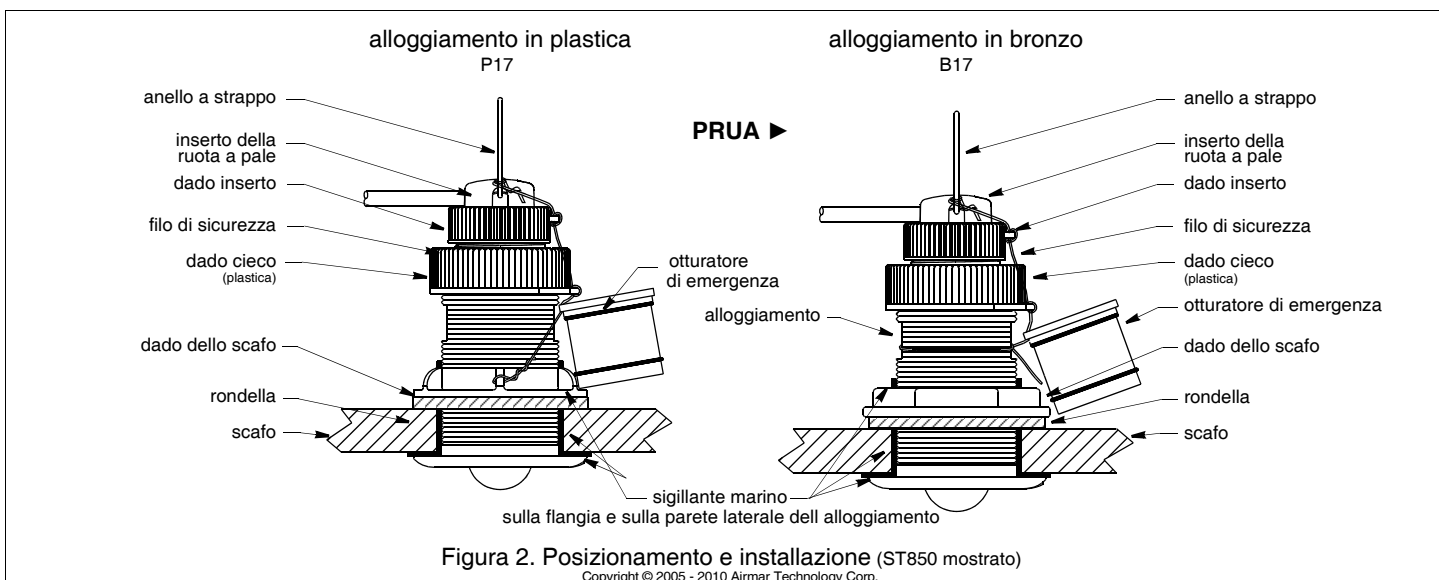

Figura 2. Posizionamento e installazione (ST850 mostrato)
Applicate uno strato di sigillante marino dello spessore di 2mm (1/16") intorno alla flangia dell'alloggiamento a contatto con lo scafo e sulla parete laterale dell'alloggiamento (Figura 2). Il sigillante deve coprire una superficie più spessa di 6mm (1/4") rispetto allo spessore di scafo, rondella, e dado dello scafo. In questo modo il sigillante marino nelle filettature sigillerà lo scafo e manterrà il dado dello scafo fisso nella sua posizione.
- Dall'esterno dello scafo, spingete l'alloggiamento nel foro di montaggio effettuando un movimento rotatorio fino a quando fuoriesce il sigillante marino in eccesso (Figura 2).
- Collegate il filo di sicurezza per evitare che l'inserto si ritragga nell'eventualità improbabile in cui il dado cieco si rompano o non vengano avvitati correttamente (Figura 2).
3. Togliete l'inserto dall'alloggiamento rimuovendo il filo di sicurezza dall'anello a strappo e dal dado dell'INSERTO. Svitare il dado dell'INSERTO (Figura 2). Non rimuovete il dado CIECO.
6. Ricollegate il filo di sicurezza per evitare che l'otturatore lungo si ritragga nell'eventualità improbabile in cui il dado dell'inserto e/o il dado cieco si rompano o non vengano avvitati correttamente (Figura 2).
1. Staccate l'otturatore corto di emergenza dal filo di sicurezza (Figura 2).
5. Fissate l'otturatore corto di emergenza con il dado cieco. **Stringete esclusivamente a mano.** Non stringete eccessivamente. Ricollegate il filo di sicurezza (v. Figura 2).
10. Collegare il filo di sicurezza all'otturatore corto di emergenza, al dado cieco, al dado dell'inserto e all'anello a strappo per evitare che l'inserto si ritragga nell'eventualità improbabile in cui l'inserto e/o il dado cieco si rompano o non vengano avvitati correttamente (Figura 2).